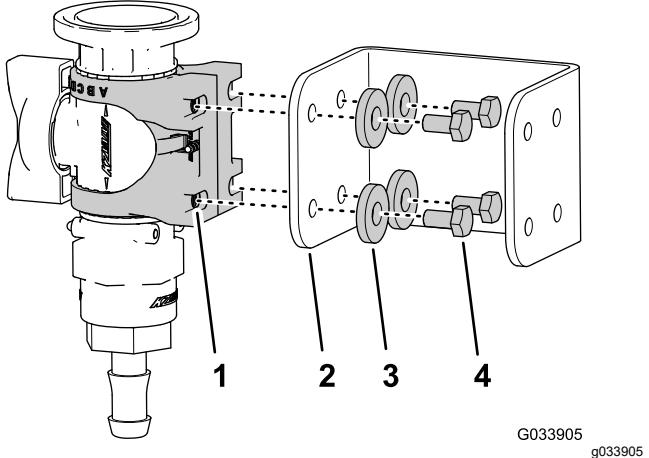

Figura 28
- Monte a montagem da válvula no suporte da válvula de controlo (Figura 28) com os 4 parafusos (6 x 12 mm) e as 4 anilhas planas; aperte os parafusos com uma força de 10 a 12 N·m.